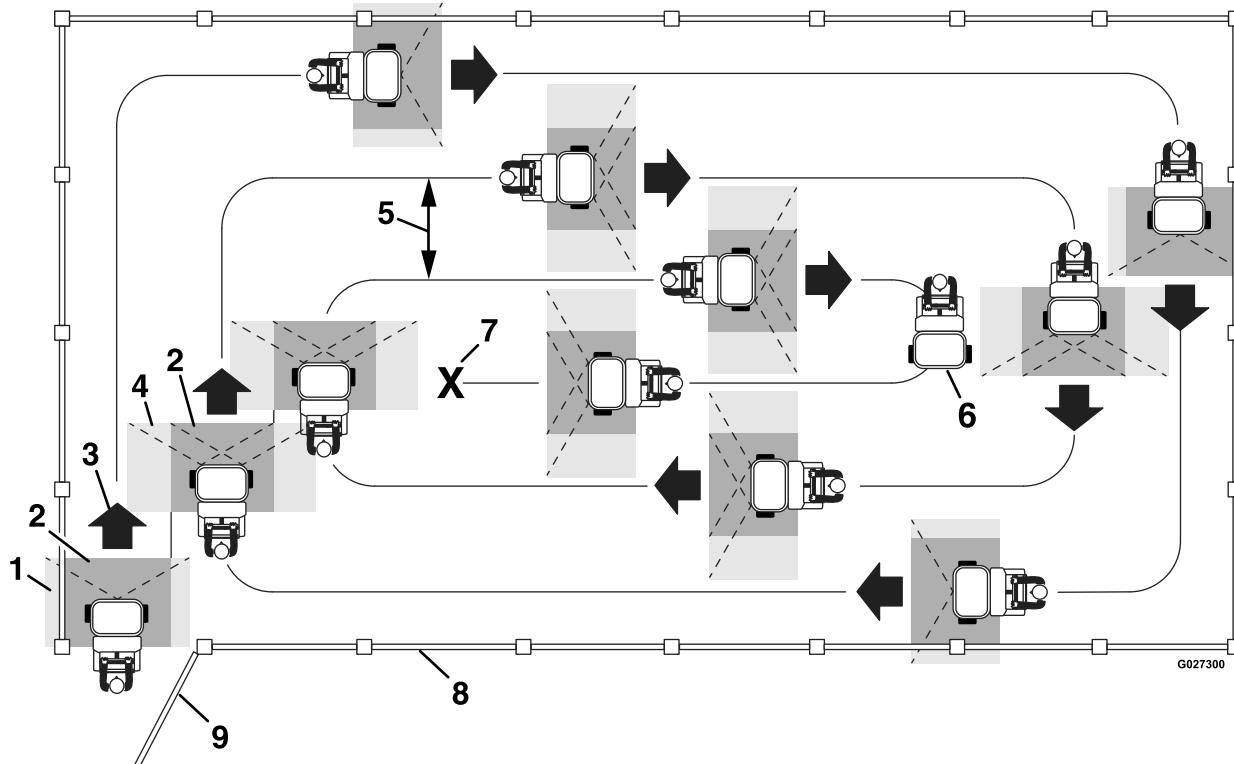

Figura 47
- No solape la zona de fumigación efectiva que ya ha fumigado (Figura 47).